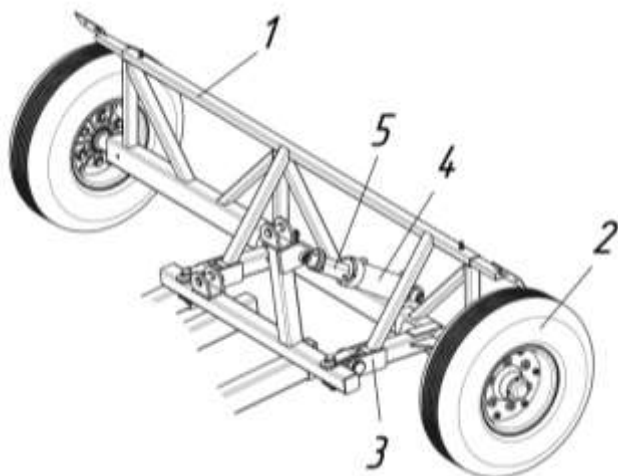

Рисунок 7 – Ход колесный
3.6 Колёсный ход (рисунок 7) выполняет функцию задней опоры транспортёра и обеспечивает его транспортное и рабочее положение по высоте. Колёсный ход представляет собой сварную балку 1 к которой по бокам